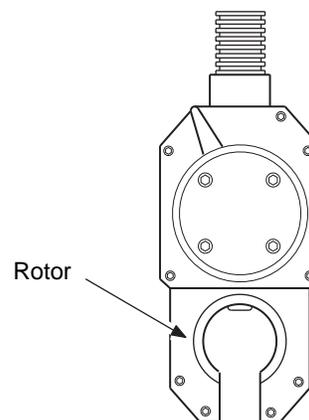

Figure 10 Positionnement de la tête de soudure de façon à voir la rotation du rotor
4. Positionner la tête de soudure de façon que le rotor soit bien visible. Voir la Figure 10. Ne pas attacher le bloc de fixation à la tête de soudure.